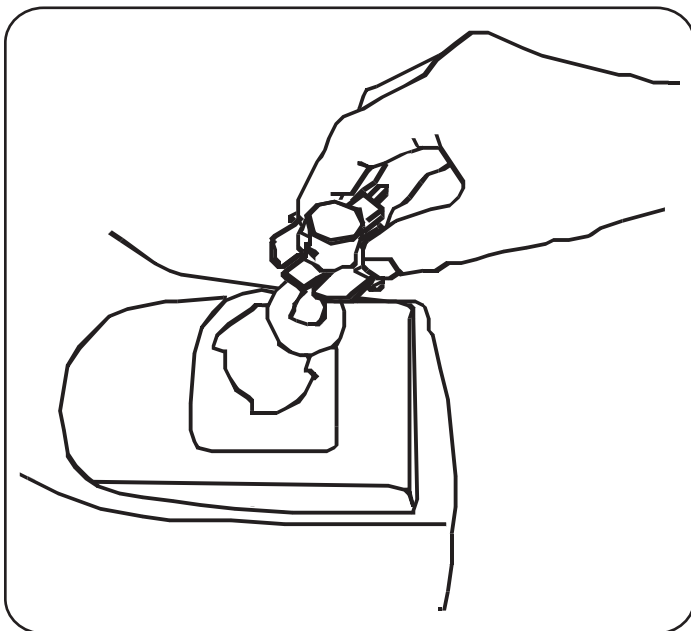

Figura 22
3. Gire la boquilla conectora aproximadamente un  $\frac{1}{4}$  de vuelta para alinear lengüeta con la muesca de la caja del reflector; luego retire el foco y la boquilla conectora de la caja del reflector. Consulte la Figura 22.
5. Alinee un poste de bloqueo del foco con la muesca de la boquilla, luego empuje el foco hacia adentro y gire hacia la derecha para bloquear. Consulte la Figura 22.